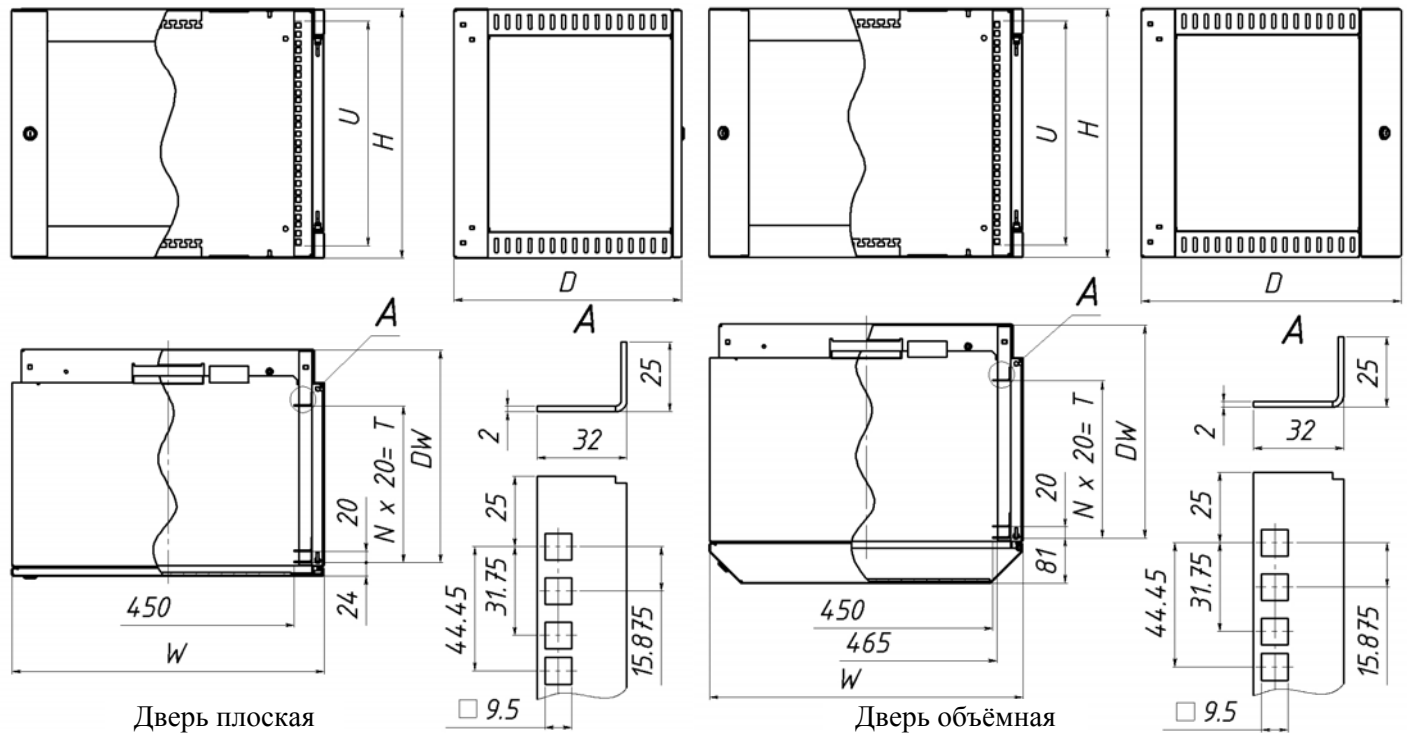

Рисунок 1. Габаритный чертёж шкафа.
2.1. Основные технические характеристики всего размерного ряда настенных шкафов представлены в таблице 1. Габаритный чертёж представлен на рис.1.